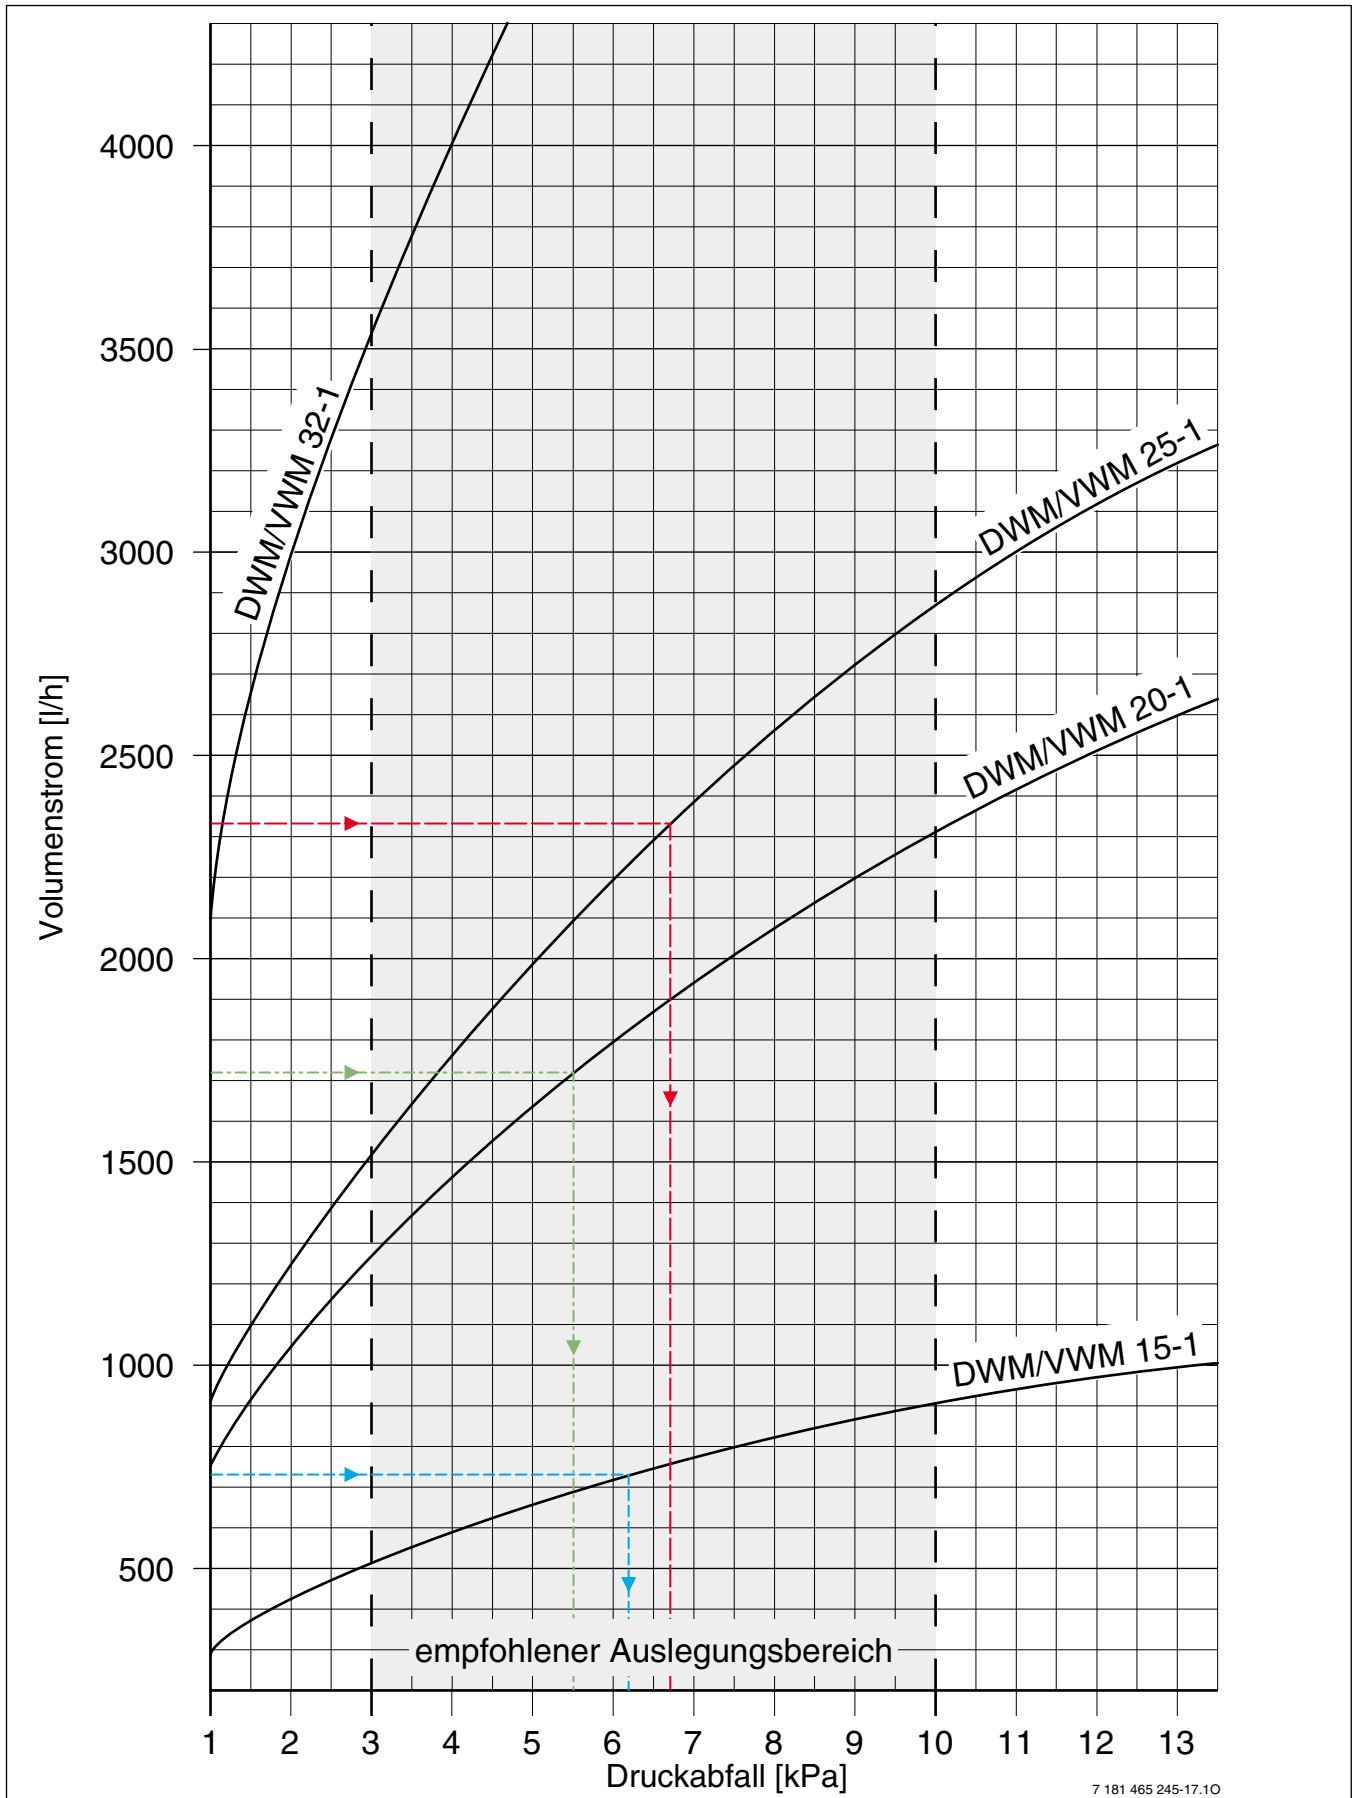

Bild 31 Auslegungsdiagramm DWM/VWM 15-1 bis DWM/VWM 25-1
- ▶ Mit dem berechneten Volumenstrom aus Bild 31 bzw. Bild 32 die entsprechende Druckdifferenz ablesen.
Im Auslegungsdiagramm (Bild 31) wird ein Druckverlust von 6,2 kPa (= 62 mbar) abgelesen.
Im Auslegungsdiagramm (Bild 31) wird ein Druckverlust von 5,5 kPa (= 55 mbar) abgelesen.
Mit dem Volumenstrom wird in den Auslegungsdiagrammen (Bild 31 und Bild 32) der Mischer und der Druckabfall bestimmt. Für einen Volumenstrom von 4300 l/h liegt nur der Mischer DWM/VWM 32-1 im empfohlenen Auslegungsbereich.